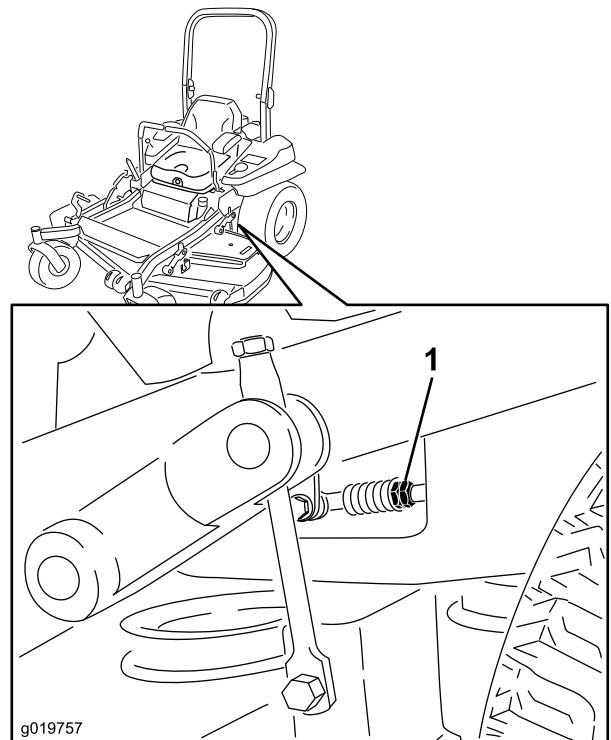

Figure 81
8. Réglez la longueur des tiges de pompe en tournant les doubles écrous dans le sens voulu jusqu'à ce que les roues tournent légèrement en arrière (Figure 81).